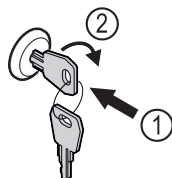

Fig. 117
- ▶ Sleutel erin duwen Fig. 117 (1).
- ▶ Sleutel 90° rechtsom draaien Fig. 117 (2).